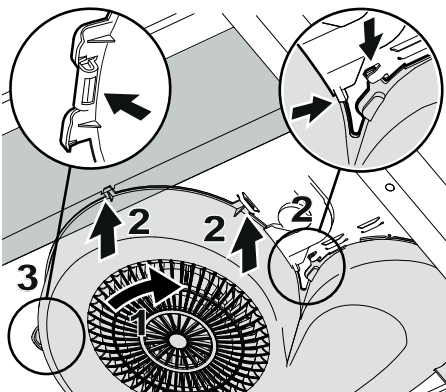

Fig. 8
Påse at alle klipsene passer mot flikene på ventilatoren. Skru inn ventilatorhuset (1) i flikene (2). Trykk ventilatorhusklipsen tilbake i flikene (3). Fig. 8